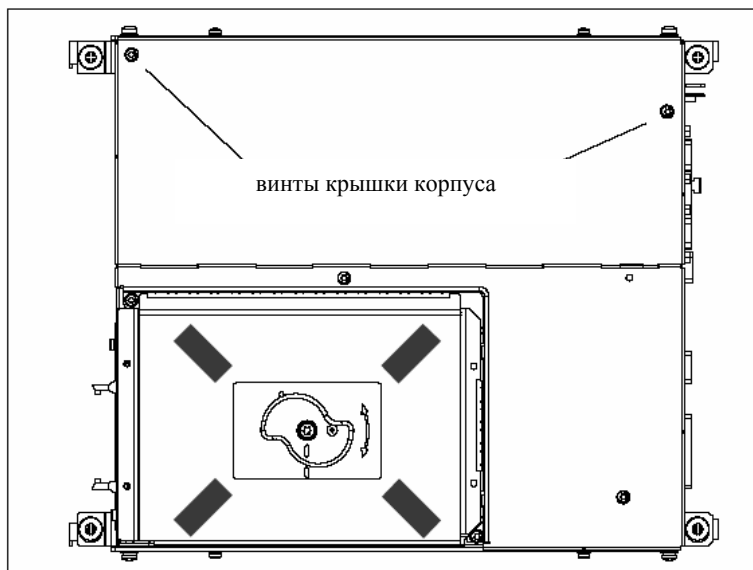

Рис. 2-11 Крышка корпуса PCU 50
3. Открутить винты крышки корпуса (рис. 2-11) и открыть корпус ВУ с соблюдением общих мер безопасности.